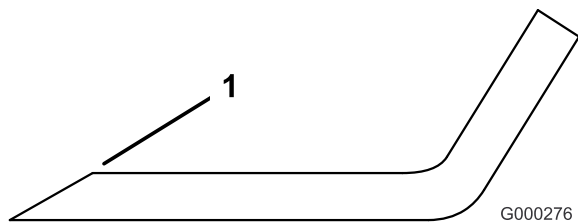

Bild 94
1. Schärfen Sie die Schnittkante an beiden Enden des Schnittmessers mit einer Feile (Bild 94). Behalten Sie den ursprünglichen Winkel bei. Das Schnittmesser behält seine Auswuchtung bei, wenn von beiden Schnittkanten die gleiche Materialmenge entfernt wird.